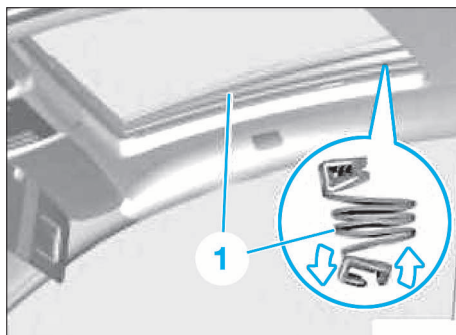

FIG. 72
- Dégager avec précaution, en haut, le soufflet (1) du guidage (Fig.72).